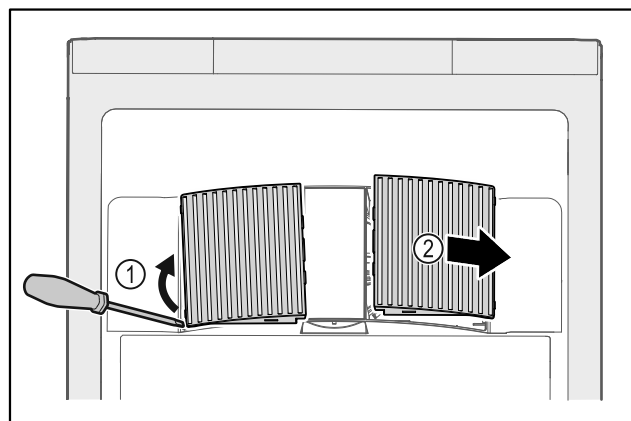

Fig. 59
- ▶ Z boku opatrně vytáhněte ventilátorové kryty Fig. 59 (1) a sejměte je směrem dopředu Fig. 59 (2).